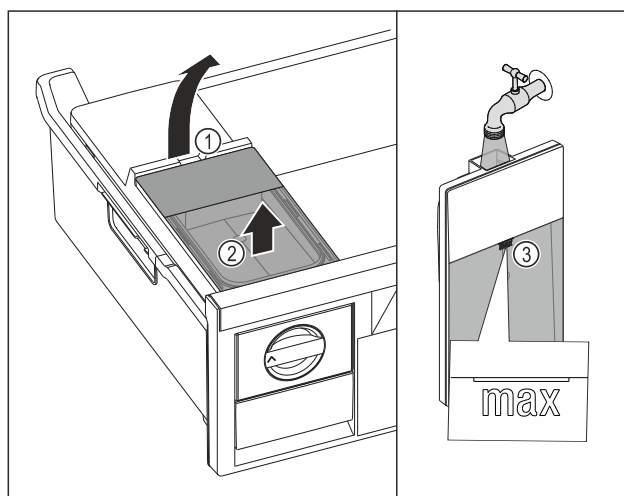

Fig. 75
- ▶ Soulever le réservoir d'eau par l'encoche Fig. 75 (1).
- ▶ Retirer le réservoir d'eau par le haut. Fig. 75 (2)
- ▶ Remplir le réservoir d'eau potable jusqu'au repère Fig. 75 (3).